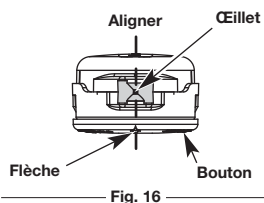

Fig. 16
- Alignez les flèches sur le couvercle du dessus de la tête de coupe avec les oeillets de la bobine extérieure, si ce n'est déjà fait. (Fig. 16)